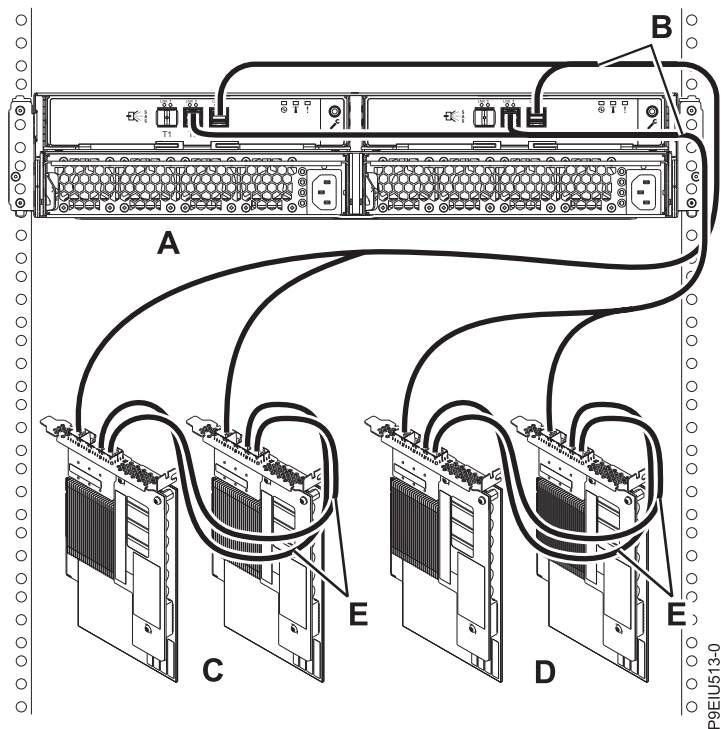

Figura 18. Conexión en la modalidad 2 de un ESLS mediante cables X12 a dos pares de adaptadores SAS FC EJ0L o dos pares de adaptadores SAS FC EJ14 con cables AA
18. Lleve a cabo una conexión en la modalidad 2 de un alojamiento (A) utilizando cables X12 (B) a dos pares de adaptadores SAS FC EJ0L o a dos pares de adaptadores SAS FC EJ14 (C y D) con cables AA (E), tal como se muestra en la Figura 18 en la página 20. A continuación, prosiga con “Conexión de los cables, cables de alimentación e instalación de cubiertas” en la página 22.